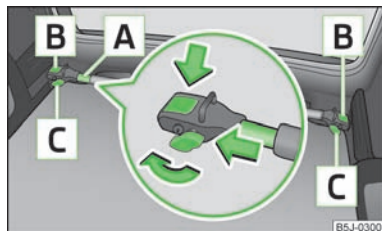

Fig. 54
- Soltar os parafusos de segurança **[C]** » **Fig. 54** e puxá-los um pouco para fora; desta forma desbloqueiam-se os suportes **[B]**.